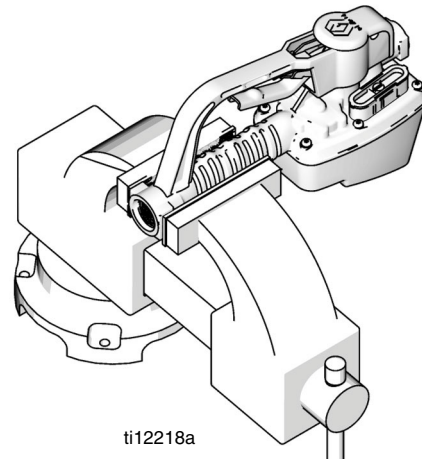

ABB. 4
4. Sichern Sie den Zähler in einer Schraubzwinde (ABB. 4).